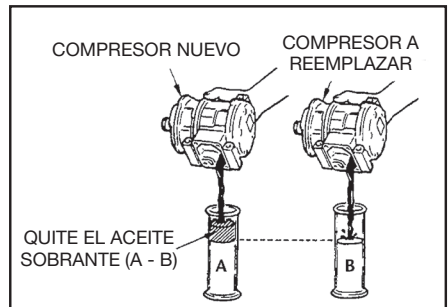

figura 1
**NOTA:** No todos los compresores DENSO requieren que la válvula (s) de servicio sea reutilizada. Si el tipo de compresor no usa una válvula (s) de servicio separada, esto es el **mandatario** para verificar todavía el nivel del lubricante de compresor. (Ver figura 1)
4. Verifique el nivel del lubricante del compresor. (Ver figura 1)